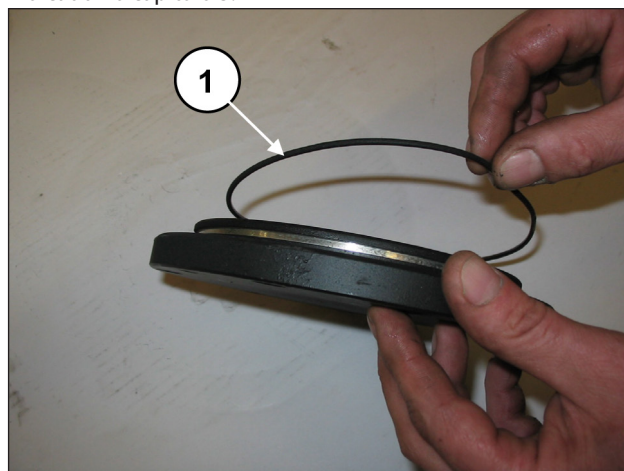
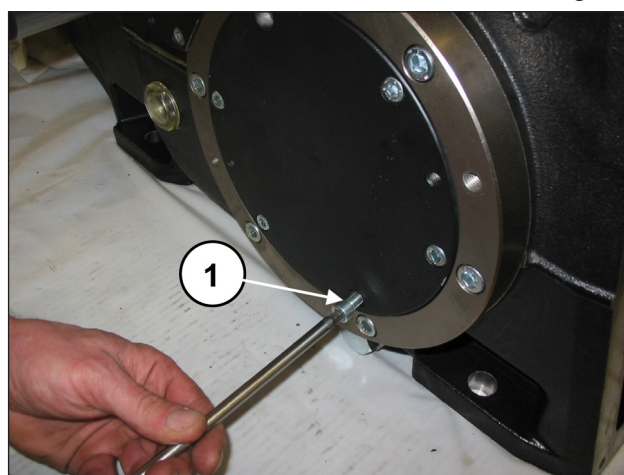

Fig. 90
Fig. 91
Remova a espessura anti-rotação sob o corpo da haste central. Monte as duas coberturas do rolamento (com anel circular relativo) (pos. ①, Fig. 90), mediante 6+6 parafusos M8x20 (pos. ①, Fig. 91).